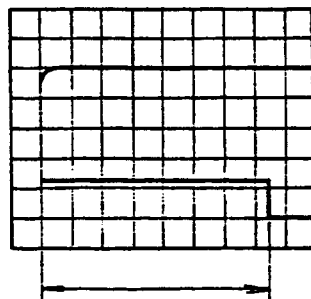

fig. 12-12
③ TIME/DIV ツマミ ⑨ を5 ms から2 ms に切換え、fig. 12-12 の如く水平目盛数を増し、時間の読み取り精度を上げることができる。